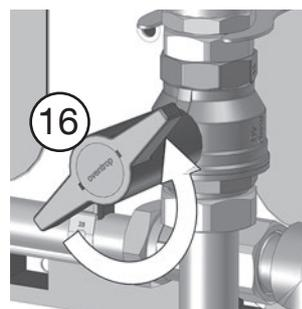

Fig. 5.9: Ouvrir le robinet d'arrêt à tournant sphérique sur l'aller du circuit primaire
13. **Ouvrir le robinet d'arrêt à tournant sphérique (16).** L'eau de chauffage arrive dans la station (Fig. 5.9).